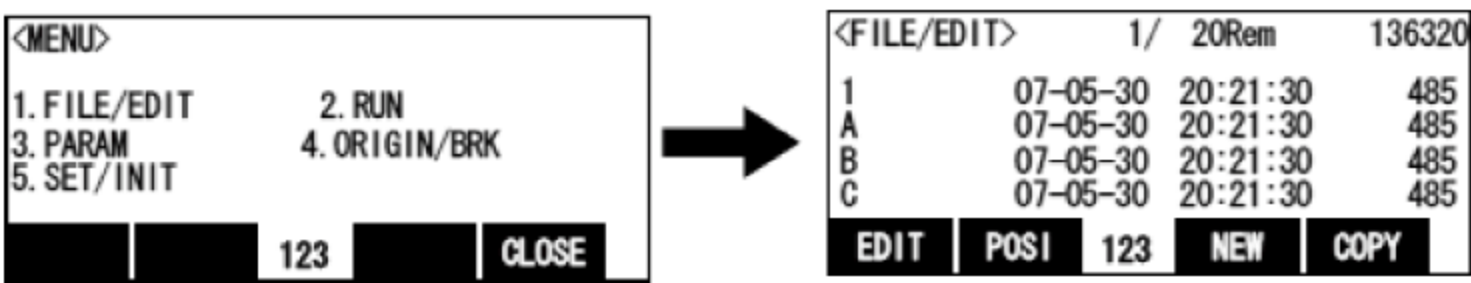

图 29-14 文件及编辑屏幕
- (4) 选择“1. FILE/EDIT”,如图 29-14 所示。